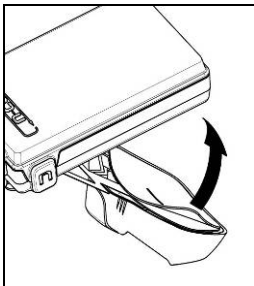

Fig. 2
- Quitar la película protectora del biadhensivo presente en la parte posterior del sistema ESS (Fig. 2)